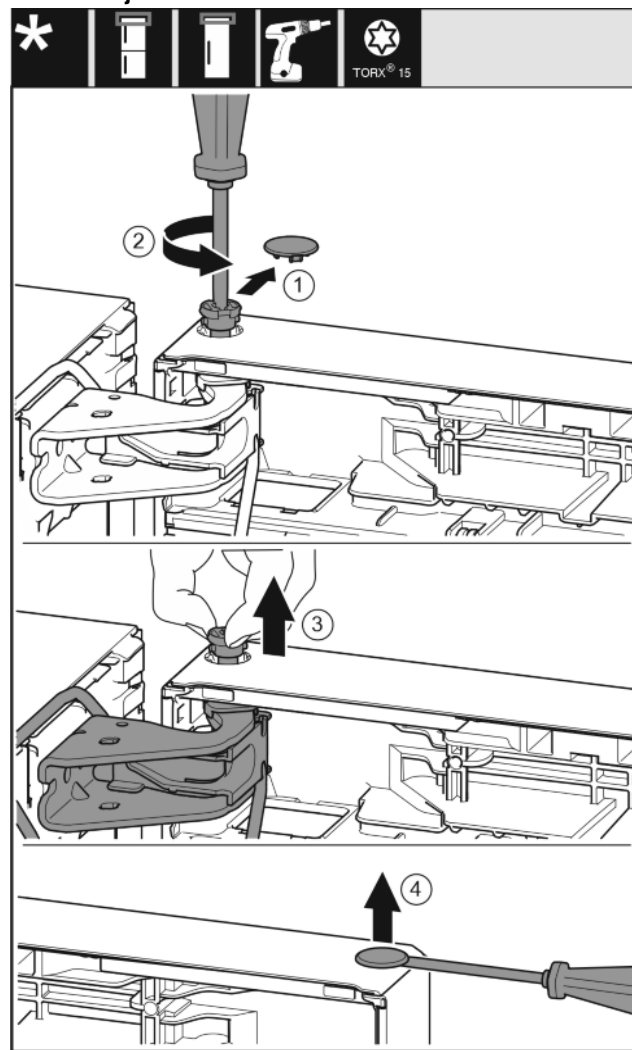

Fig. 18
- Oprezno skinite sigurnosni pokrov. *Fig. 18 (1)*
- Odvijačem T15 malo odvijte svornjak. *Fig. 18 (2)*
- Čvrsto držite vrata i prstima izvucite svornjak. *Fig. 18 (3)*
- Ravnim odvijačem oprežno podignite čep iz čahure ležaja vrata i izvucite ga. *Fig. 18 (4)*